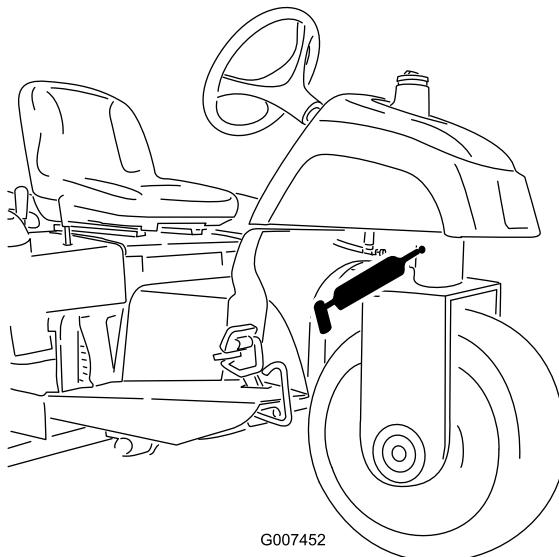

Figura 25
- Pivote de dirección (Figura 25)
**Nota:** El acoplamiento enrasado del pivote de dirección (Figura 25) requiere el uso de un adaptador de boquilla para la pistola de engrasar. Solicite la Pieza N° 107-1998 a su Distribuidor Autorizado Toro.